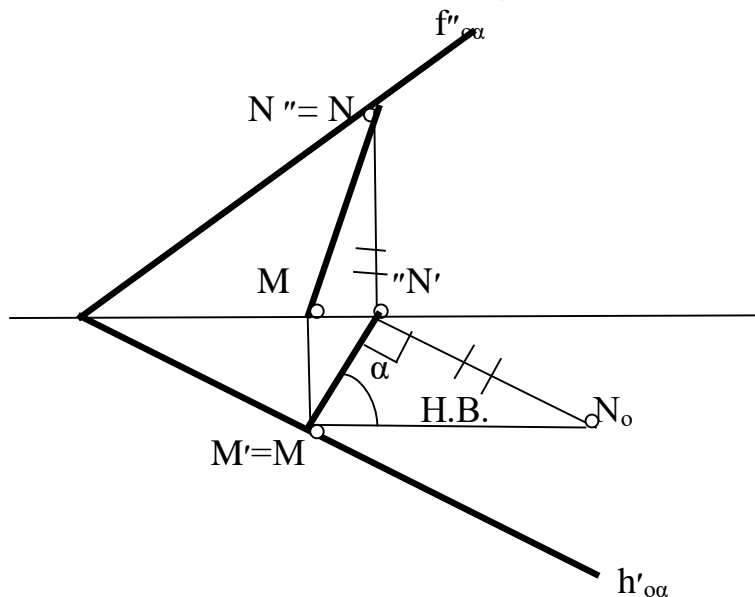

Рис.8.7
2. Методом прямоугольного треугольника находим натуральную величину линии ската $M'N_0$ и обозначаем угол наклона (Рис.8.7).